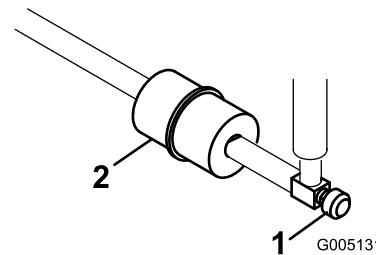

Figura 44
Existe um filtro no interior da tubagem de combustível, situado entre o depósito de combustível e o carburador (Figura 44).
- Feche a válvula de bloqueio do combustível, liberte a braçadeira de tubos que se encontra no carburador, na zona do filtro e retire a tubagem de combustível do filtro (Figura 44).
- Coloque um recipiente de drenagem debaixo do filtro, liberte as restantes braçadeiras de tubos e retire o filtro (Figura 44).